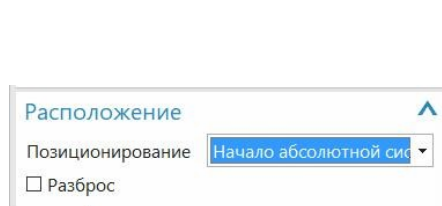
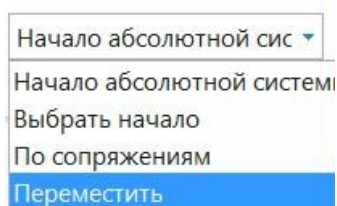

Рис.9
рис.10
- Итак, сначала в окне «Добавить компонент» вы указываете имя новой, вставляемой в сборку детали. А далее очень важно оговорить – в какое место сборочной единицы вы собираетесь вставить новую деталь. Это место в диалоговом окне оговаривается в поле *Расположение*, в окошке *Позиционирование* (рис.9), с помощью четырех опций (рис.10).
- Все четыре опции рис.10 позволяют уточнить – как будут соотноситься абсолютная СК включаемой в данный момент детали и абсолютная СК сборки.
Остальные опции расположения детали в сборке (*По сопряжениям*, *Переместить*, рис.10) вам придется освоить самостоятельно.